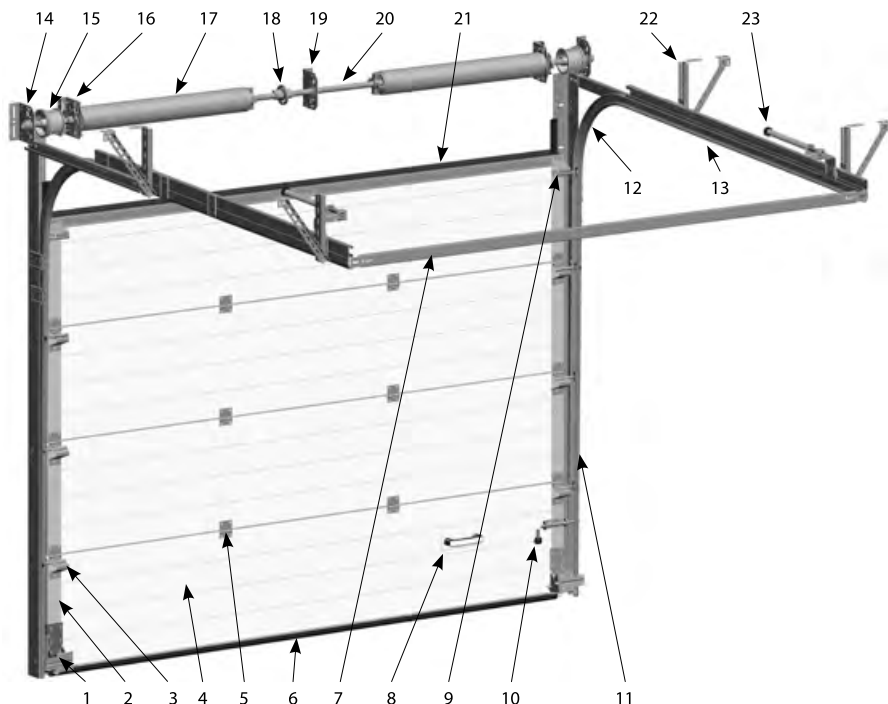

Рис. 1. Промышленные ворота. Стандартный монтаж
Ворота состоят из несущего каркаса, воротного полотна, торсионного вала с торсионными пружинами, элементов управления. На *рис. 1* приведено схематическое изображение ворот стандартной комплектации.
- нижние кронштейны с защитой от обрыва троса (поз.1 на *рис. 1*);
- предохранительные храповые муфты (поз.16 на *рис. 1*), срабатывающие при поломке пружин.